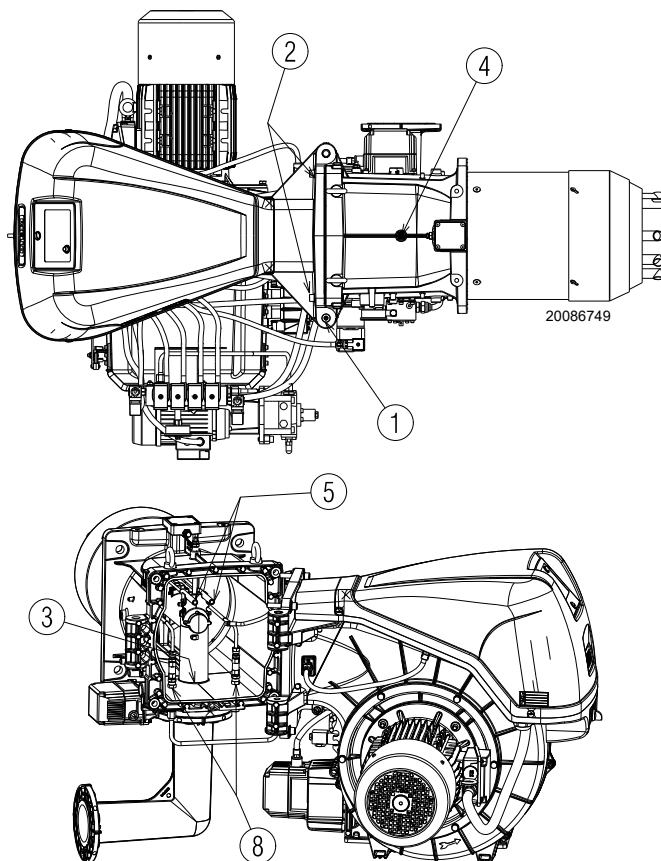

Fig. 17
Le brûleur sort de l'usine préparé pour l'ouverture vers la droite, en maintenant donc le pivot 1)(Fig. 17) en place.
- C** ouvrir complètement le brûleur comme sur la Fig. 17 ;
Pour l'ouverture du brûleur du côté opposé, avant d'enlever le pivot 1)(Fig. 17), vérifier que les 4 vis 2) soient serrées. Puis, déplacer le pivot 1) sur le côté opposé, ce n'est qu'à ce moment-là qu'il est possible d'enlever les vis 2). Débrancher la prise 9)(Fig. 17) du pressostat de gaz général, puis procéder comme décrit ci-dessus au point C).